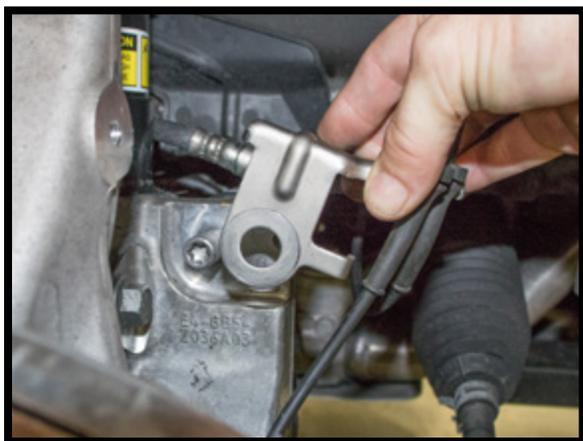

图 29
5. 重新安装传感器导线支架，并将末端连杆重新连接到支柱底部的U形叉头上。(图 29, 30, 31)